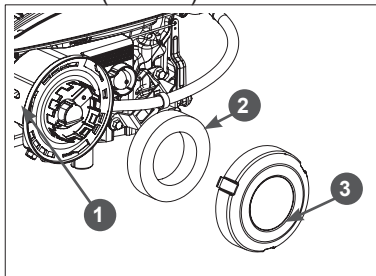

Рис. 21. Обслуживание воздушного фильтра
1. Поверните против часовой стрелки крышку 3 воздушного фильтра и снимите её. (Рис. 21).
2. Извлеките фильтрующий элемент (Рис. 21).